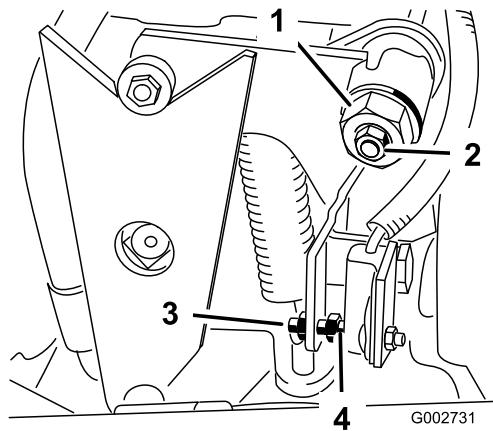

Figura 33
4. Desaperte a porca de bloqueio no excêntrico de tracção (Figura 33).
5. Ligue o motor e rode o excêntrico sextavado (Figura 33) em ambas as direcções para determinar a posição intermédia do ponto morto.
3. Ajuste o parafuso até a folga de ar ser de 0,060 polegadas $\pm .030$ (Figura 33).